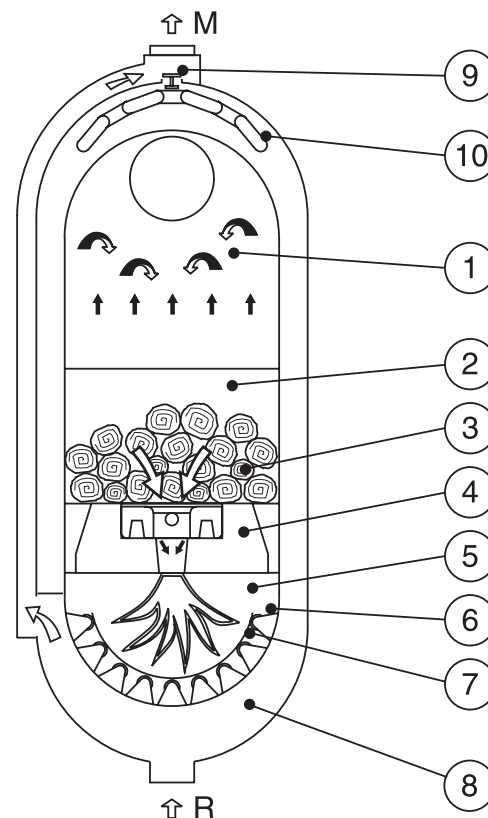

fig. 3
Il circuito idraulico interno della caldaia è concepito in modo tale che un sistema termostatico mantiene sempre alta la temperatura dell'acqua che circonda il magazzino legna così da eliminare il pericoloso fenomeno della condensa. Il corpo caldaia è formato da due elementi ovoidali l'uno inserito all'interno dell'altro, in modo che tra i due si formi una intercapedine d'acqua (fig.3).
Possiamo distinguere le seguenti parti (fig.3):
I residui solidi della combustione (ceneri), che si appoggiano sulla culla in acciaio (fig. 3, pos. 7) ad alta temperatura diverranno col tempo sempre più leggeri sino a che saranno trascinati dalla velocità dei gas e si depositeranno nella zona più bassa della camera fumo posteriore dalla quale verranno rimossi durante le operazioni di pulizia.
il bruciatore è composto da una pietra refrattaria (fig. 3, pos. 4). Tale pietra presenta un'apertura ovale centrale da cui passa la fiamma.